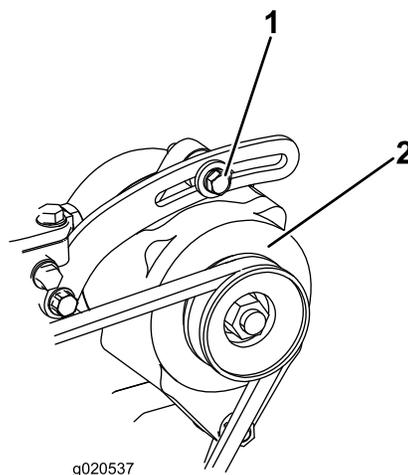

Figura 81
1. Allentate i bulloni di fissaggio dell'alternatore (Figura 81).